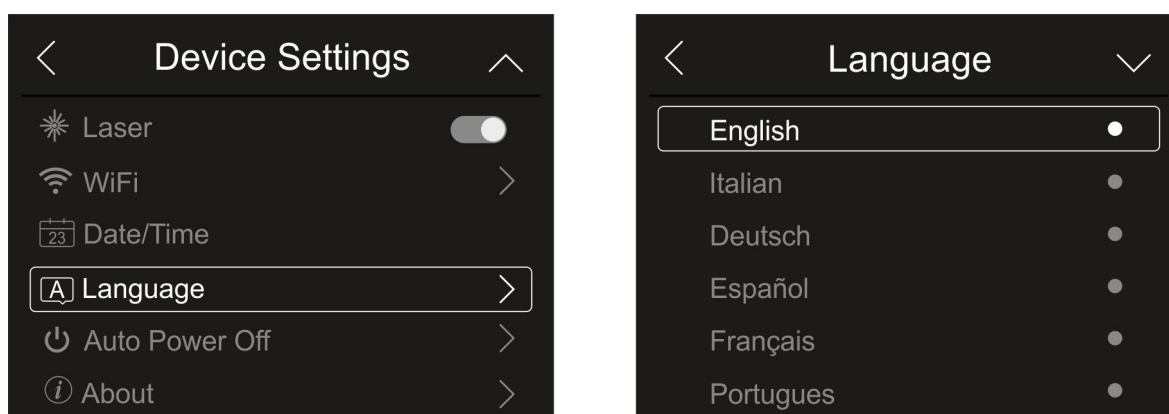

Fig. 19: Configuración del idioma de sistema
1. Toque el texto “Language” para realizar la configuración del idioma de sistema. Se muestra la pantalla de la Fig. 19 – parte derecha: